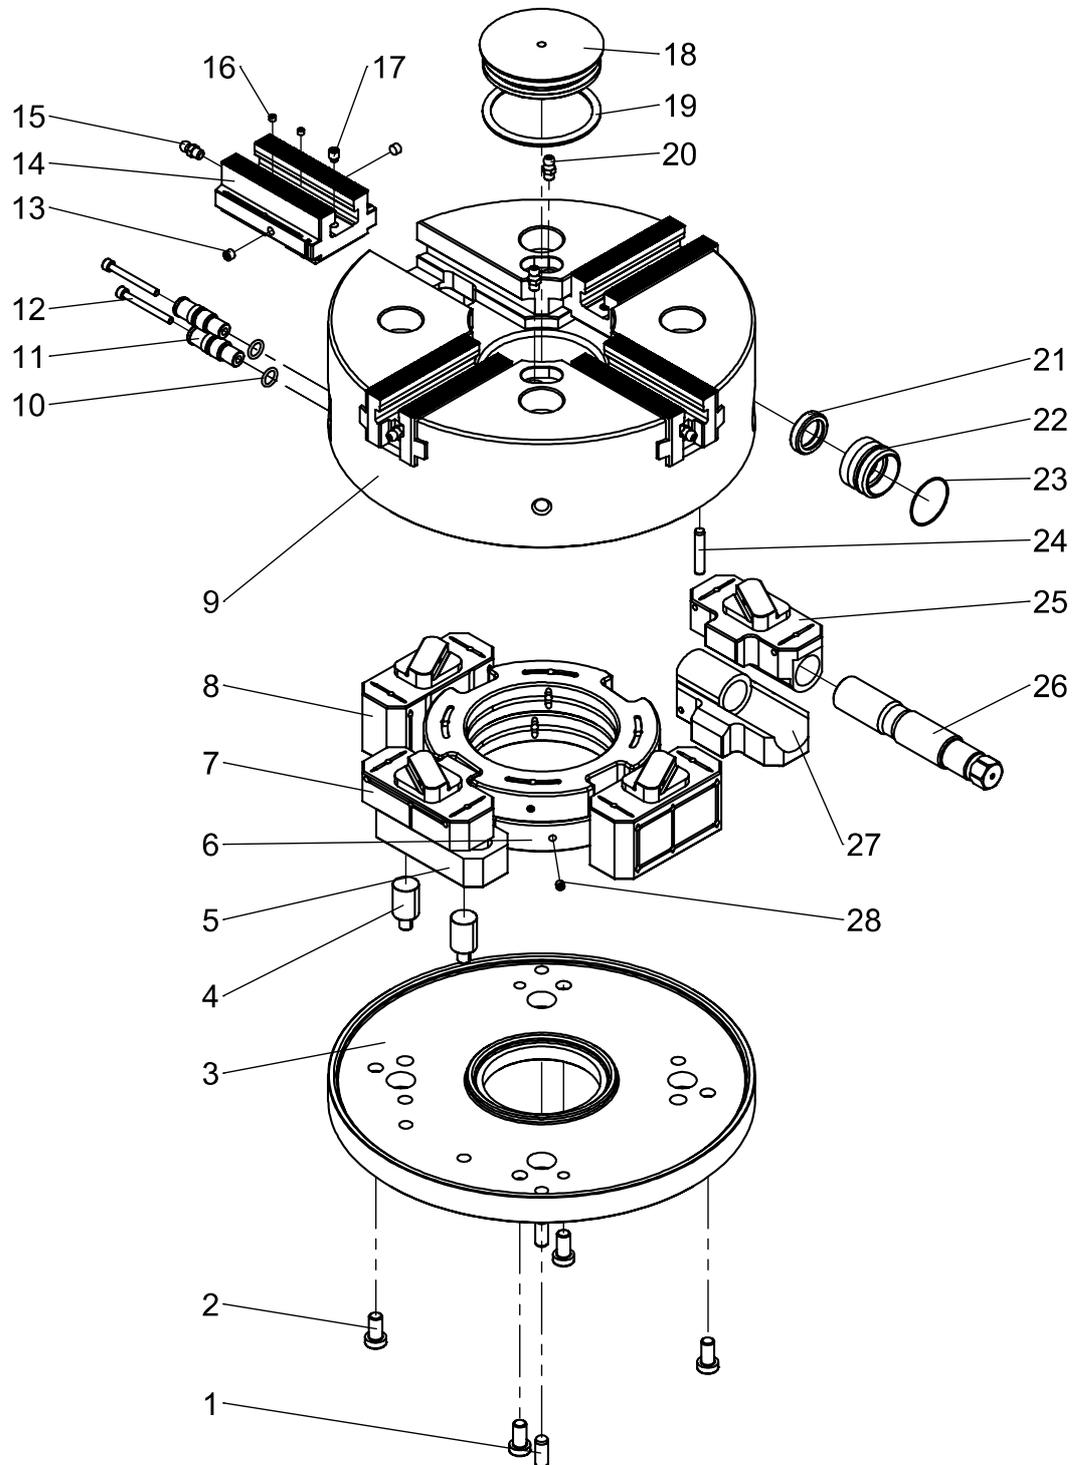

Fig. 8-1: Piezas de repuesto (VM021 - VM040)
- Paso 1** Busque la pieza de repuesto que necesita con ayuda de la Fig. 8.1.
**Paso 1** Busque la pieza de repuesto que necesita con ayuda de la Fig. 8.1.